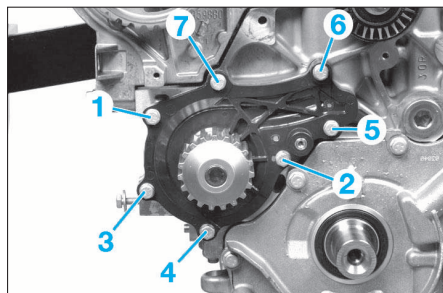

FIG. 35
- Déposer les sept vis de fixation de la pompe à eau puis la déposer (Fig.35).
À la **repose**, nettoyer soigneusement les plans de joint de la pompe et du bloc-cylindres à l'aide d'un produit décapant. Mettre en place la pompe à eau munie d'un joint neuf dans le bloc-cylindres et serrer ses vis de fixation dans l'ordre indiqué (Fig.35) et au couple prescrit. Procéder à la repose et au calage de la courroie de distribution. Procéder au remplissage et à la purge du circuit de refroidissement puis contrôler l'absence de fuite moteur tournant.